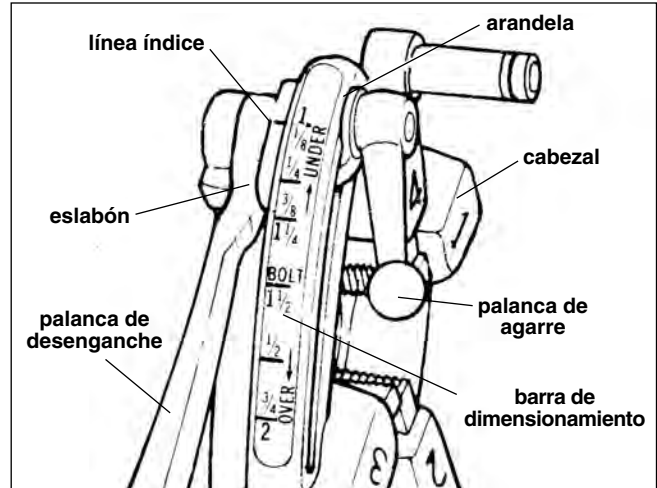

Figura 12 – Cabezal de Terrajas Universal de Apertura Rápida
5. Cabezal de Terrajas de Apertura Rápida No. 811A (*Figura 12*). Gire la palanca de desenganche a la posición de CLOSED (cerrada).
10. Cabezal de Terrajas de Apertura Rápida No. 811A (*Figura 12*). Completada la rosca, levante la palanca de desenganche para retraer las terrajas.
¡NOTA! El Cabezal de Terrajas Universal No. 811A (Figura 12) para roscas a mano derecha requiere cuatro juegos de terrajas para roscar tubos de entre 1/8 a 2 pulgadas de diámetro. Se requiere un juego de terrajas para cada una de las siguientes gamas de dimensión de tubo: (1/8 pulg.), (1/4 a 3/8 pulg.), (1/2 a 3/4 pulg.) y (1 a 2 pulgs). No existen disponibles terrajas para tubos de 1/8 pulgada para el cabezal de terrajas a mano izquierda. El roscado de pernos requiere un juego distinto de terrajas para cada dimensión de perno. No hay disponibles terrajas para pernos para los cabezales de terrajas universales a mano izquierda.